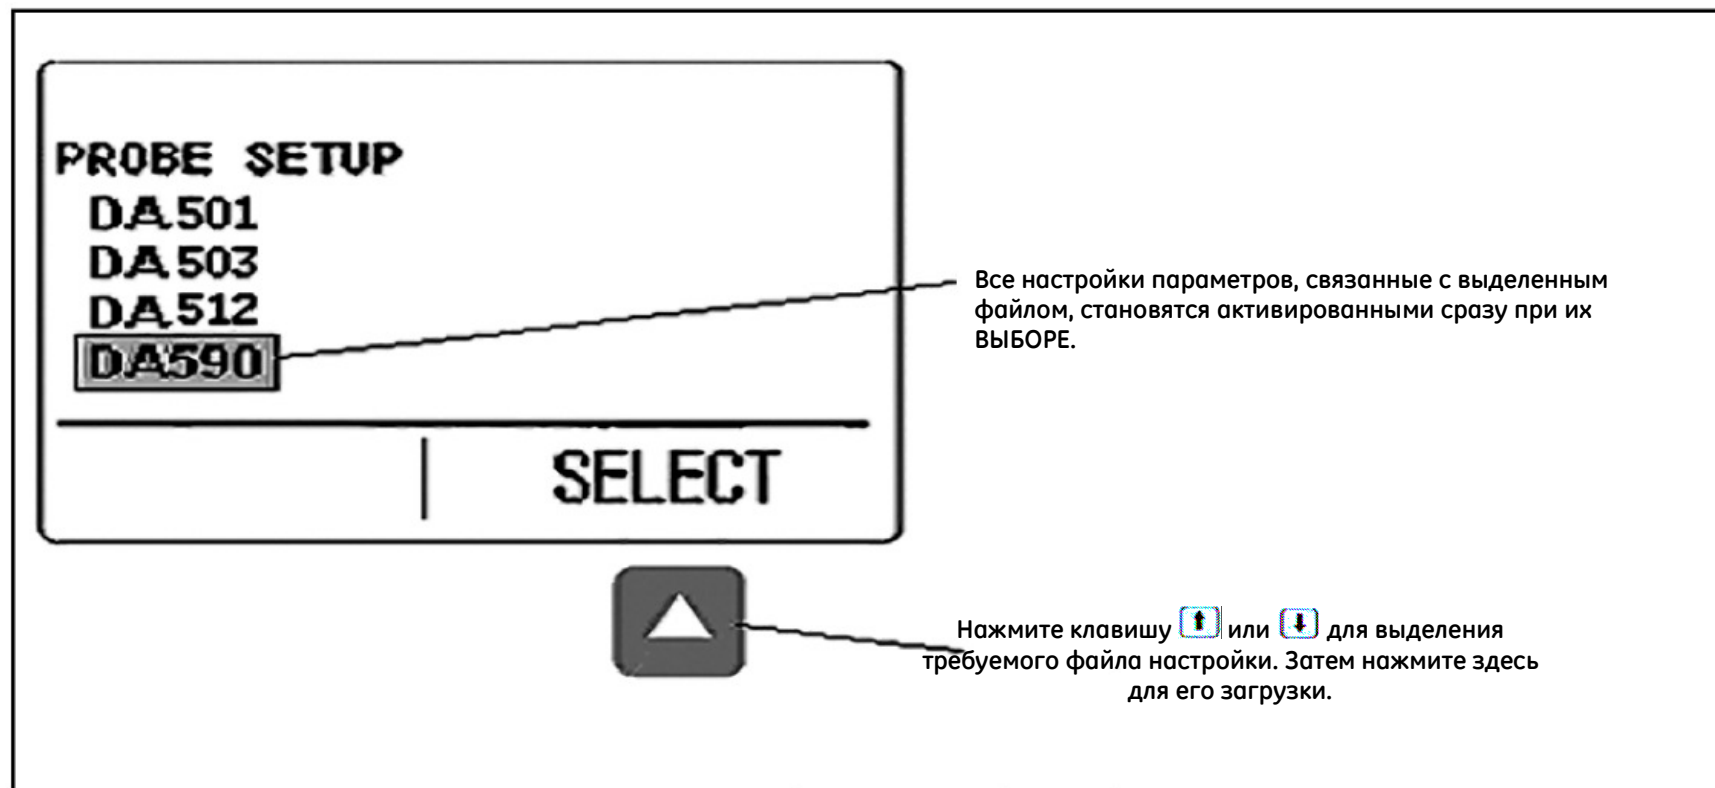

Рис. 4. Режим отображения настройки преобразователя
- **Режим отображения настройки преобразователя** – позволяет пользователю выбрать стандартные предварительно загруженные настройки толщиномера, каждая из которых соответствует конкретной модели преобразователя (см. рис. 4 на стр. 11).